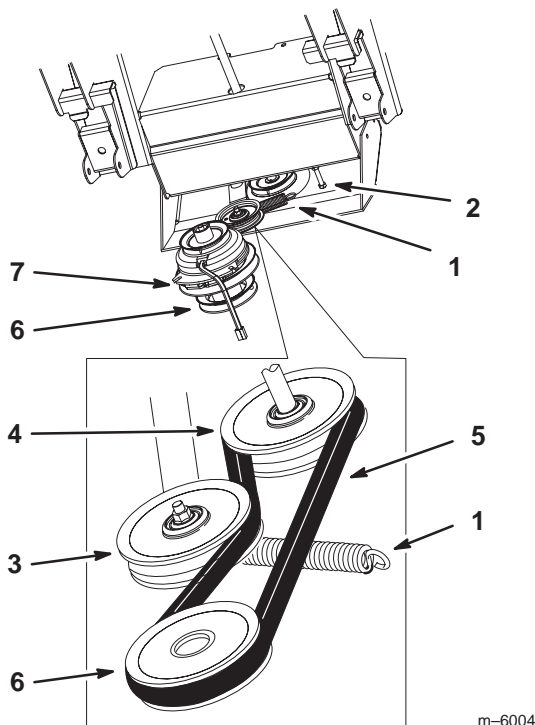

Bild 20
1. Legen Sie den Graskollektorriemen auf die Kupplungsantriebsscheibe (Bild 20).
5. Montieren Sie die Spannfeder auf der am Graskollektor befestigten Schraube (Bild 20).
6. Montieren Sie die Feder auf dem Haken des Spannscheibenarms (Bild 20).